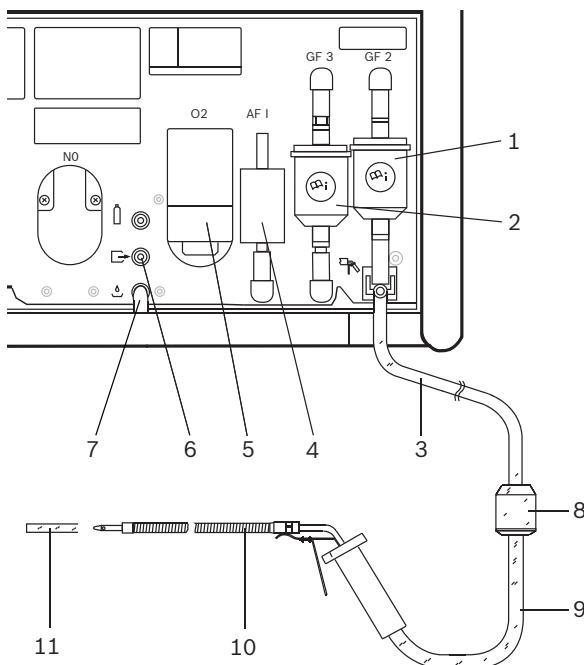

Fig. 3: BEA 060
- Remplacement du filtre grossier GF1 (fig. 3, pos. 8) dans le flexible de prélèvement.
- Remplacement du filtre grossier GF2 (fig. 3, pos. 1), voir chap. 5.4.4.
- Vérifier si les deux flexibles en PVC sont raccordés aux sorties de gaz (fig.3, pos. 6 et 7).
- Contrôle visuel de la sonde de prélèvement (fig. 3, pos. 10).
- Remplacement du filtre à charbon actif (fig. 3, pos. 4) sur le parcours de gaz zéro.